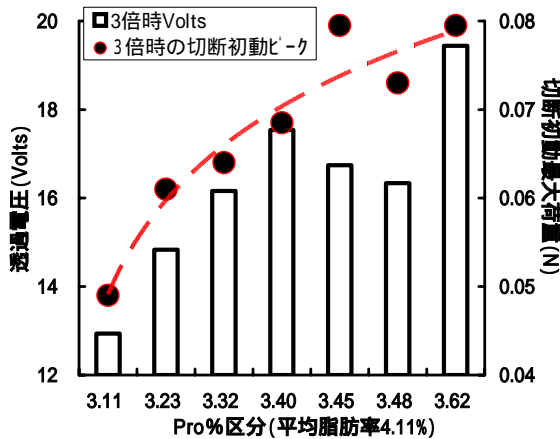

図1 乳タンパク質率とカード凝固硬 (凝固開始時の3倍時)との関係
(2) 乳タンパク質率の上昇に伴ってカッティング適期のカード凝固硬が増加したが、3.40%を越えるとカード凝固硬の増加傾向は不明瞭となった(図1)。また、体細胞数が30万個/mlを越えるとカード凝固硬が低下した。